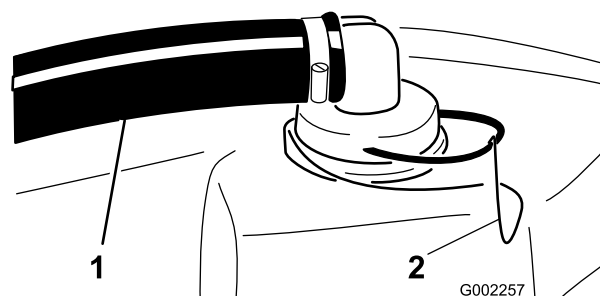

Figura 61
2. Togliete l'ancoraggio dal raccordo rosso affisso al flessibile grande, sopra il serbatoio (Figura 61).
3. Togliete il flessibile dal serbatoio (Figura 61).